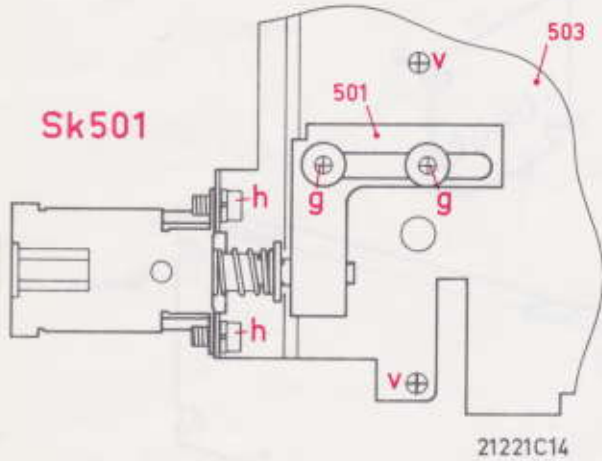

Fig. 9
- 2 Schroeven "g" verwijderen (Fig. 9).
- Beugel 501 van netschakelaar verwijderen (Fig. 9).
- 2 Schroeven "h" verwijderen (Fig. 9).
- Netschakelaar SK501 met print van loopwerk loshalen, door plaat 503 te verwijderen met 2 schroeven "v" (Fig. 9) en 1 schroef "v" (Fig. 4).